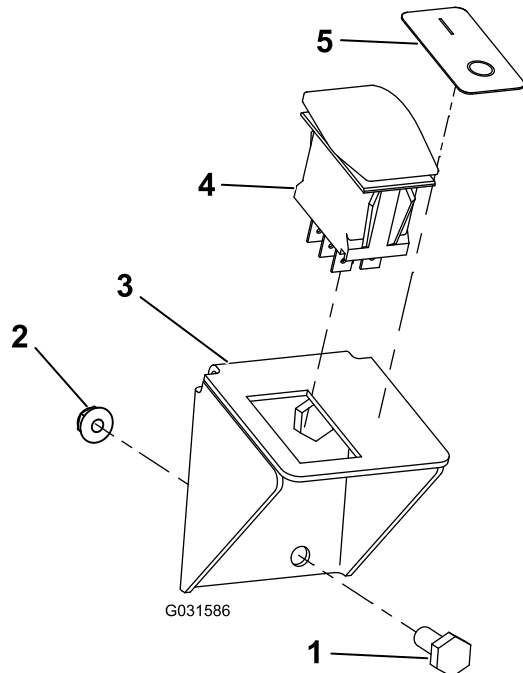
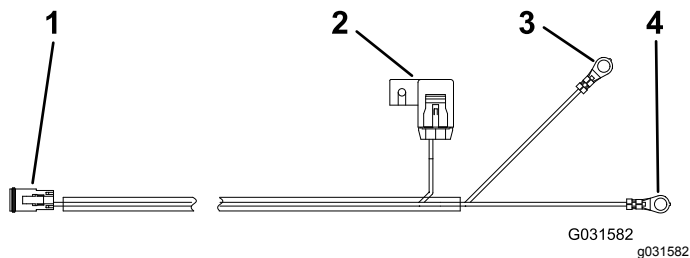

Figura 9
Figura 11
- B. Monte o suporte do interruptor no painel de instrumentos com dois parafusos e duas porcas flangeadas (Figura 9).
4. Ligue a cablagem do interruptor ao interruptor (Figura 9 e Figura 11).
5. Coloque o autocolante perto do interruptor (Figura 9).
Para alimentar o kit diretamente da bateria, utilize a cablagem da bateria (Figura 11).